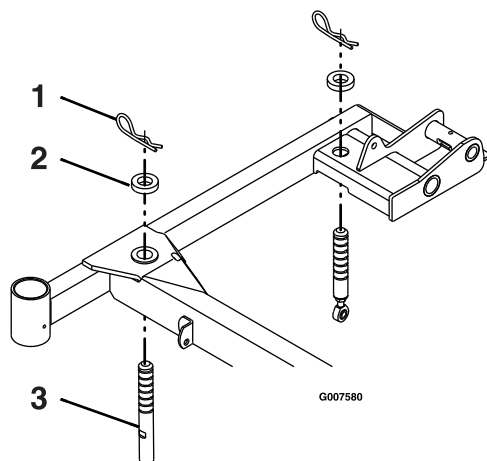

Figure 63
4. Vérifiez que toutes les goupilles fendues sont insérées dans les trous de hauteur de coupe de 7,62 cm (3 po) et que des entretoises sont placées dessous (Figure 63).
5. Raccourcissez/allongez chaque goupille de support de tablier pour obtenir une hauteur à la pointe de la lame de 7,62 cm (3 po) à l'avant du tablier et de 8,26 cm (3,25 po) à l'arrière du tablier (Figure 63).